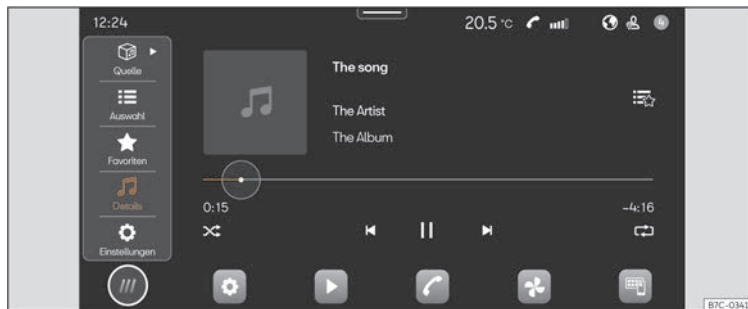

Abb. 157 Schematische Darstellung: Ansicht Medien.
- Drücken Sie **HOME** > ► >>> (**Abb. 157**).